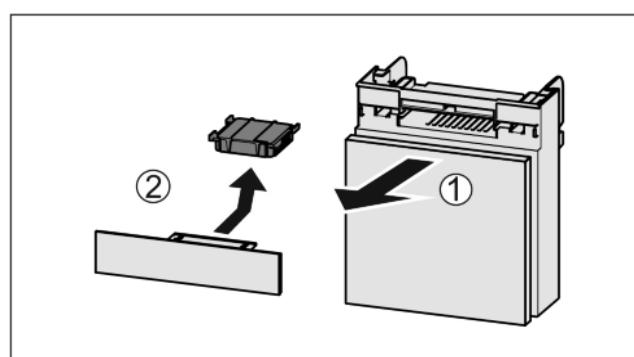

Fig. 33
- Extragăți Fig. 33 (1) compartimentul către înainte.
- Scoateți Fig. 33 (2) filtrul de cărbune activ.